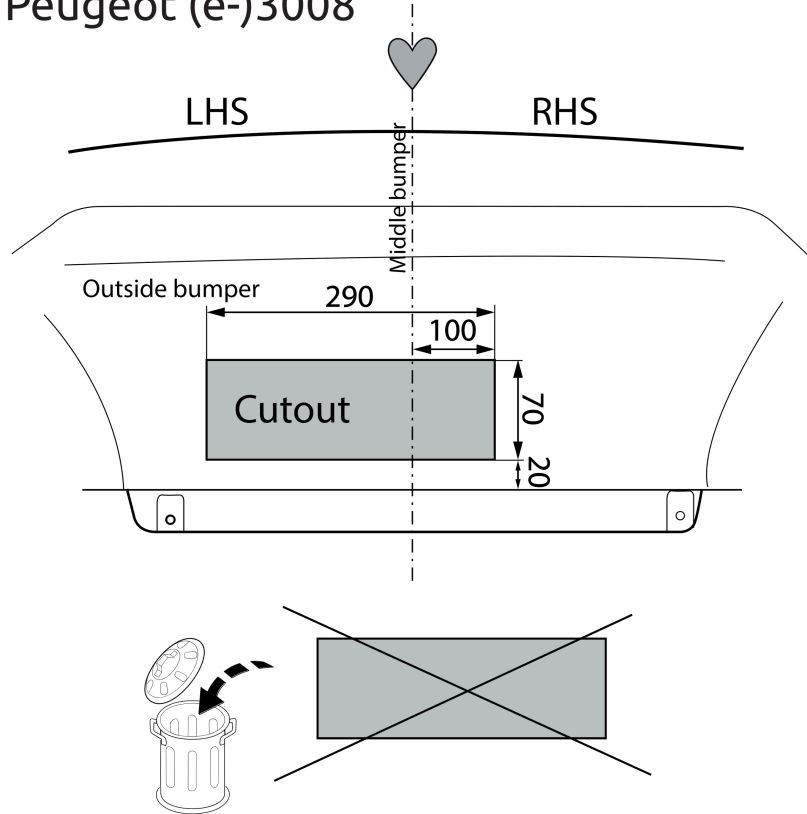

Fig. 4
9. Выпилить обозначенные части, как указано на рис. 4 & 5.